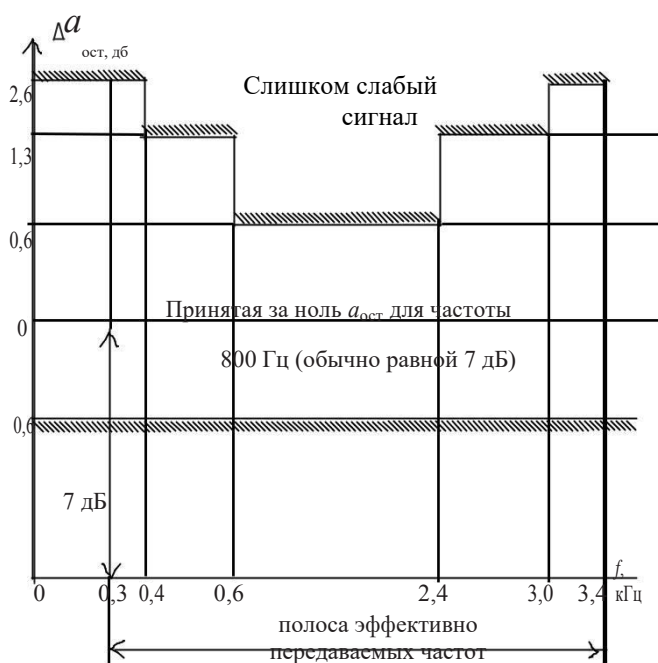

Рис. 17. Диаграмма построения АЧХ
Поэтому, кроме номинальной величины на частоте 800 Гц, нормируется величина допустимой нестабильности. Нормируемые величины отклонения остаточного затухания от номинальной величины на частоте 800 Гц приведены на рис. 17 и вычисляются по формуле:
Зависимость остаточного затухания  $a_{ост}$  от частоты  $f$  называется амплитудно-частотной характеристикой канала (АЧХ). Если остаточное затухание постоянно (const), то в канале технологической электросвязи амплитудно-частотные искажения отсутствуют. Норма допустимого отклонения АЧХ, так называемая «маска», определяет пределы допустимых значений, обозначенных на рис. 17 штриховкой.
6. Постройте график АЧХ на диаграмме с положением «маски» (рис. 17), учитывая то, что за относительный ноль берется затухание на частоте 800 Гц.